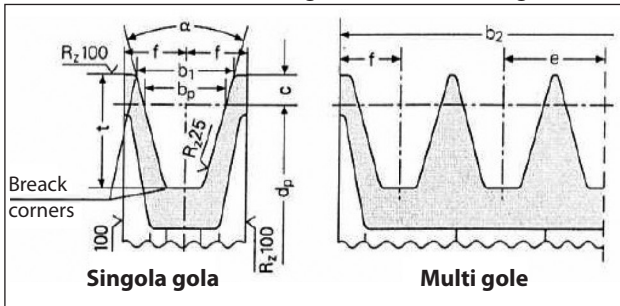

Fig. 9
- a) Utilizzare pulegge per cinghie trapezoidali con le dimensioni della gola prescritte /consigliate dal costruttore della cinghia utilizzata. In mancanza di indicazioni attenersi alla Fig. 9 e alla tabella di Fig. 10.